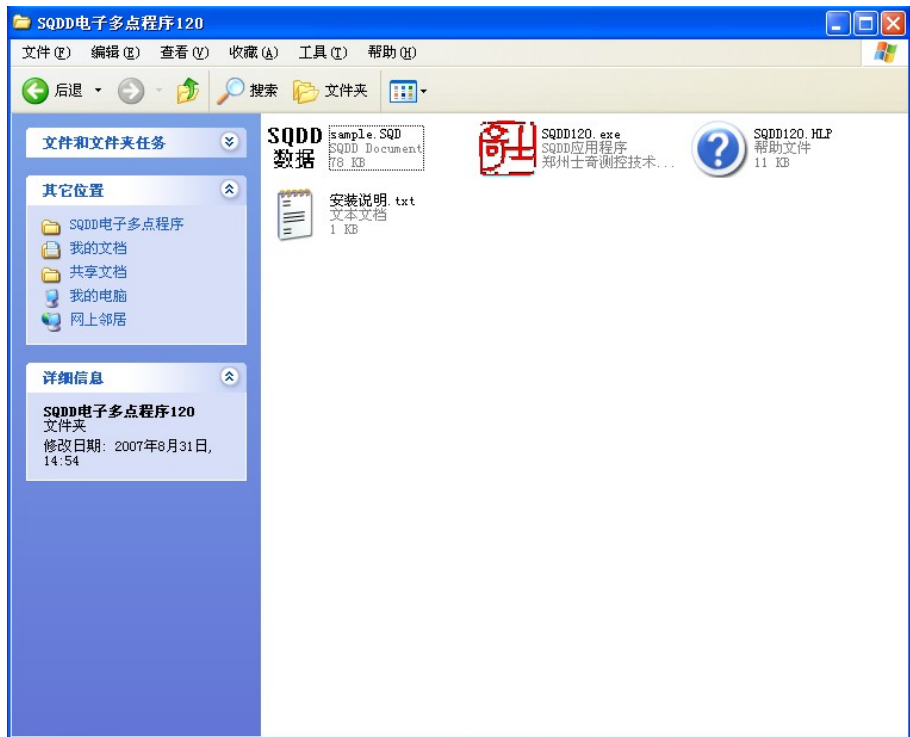
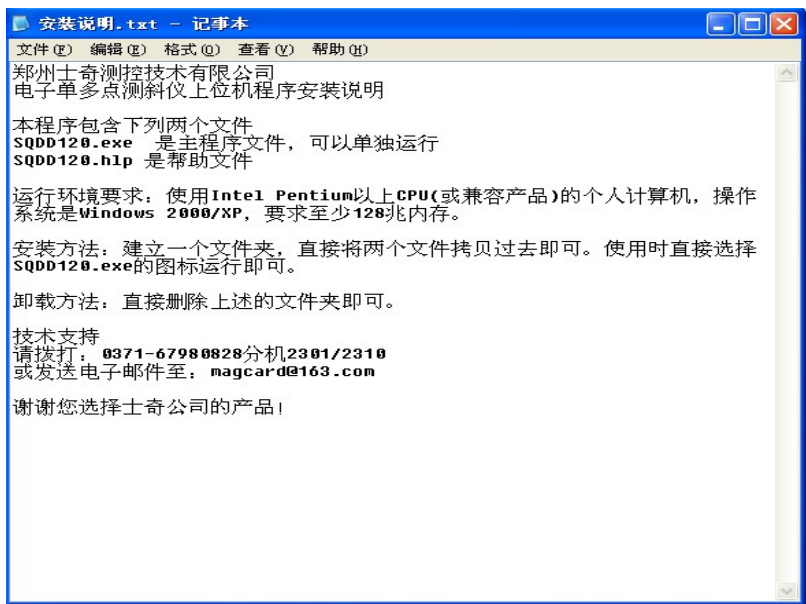

图 1
图 2
1、如图 1 所示，建立一个文件夹，将这四个文件拷贝过去即安装成功。直接删除此文件夹即可卸载。
2. 双击图 1 中【安装说明.txt】文件，屏幕即可显示安装及卸载方法，如图 2 所示。